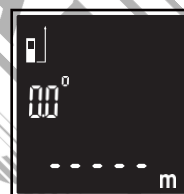

Fig. 3
Accensione (Fig. 3)
- Il riferimento di misura predefinito è la parte inferiore del misuratore. (Fig. 3)